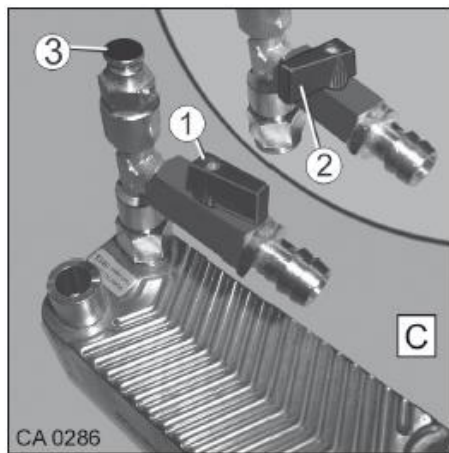

Fig. 165 Échangeur thermique moteur
1. Ouvrir la soupape de purge au moyen de la vis de purge (Fig. 165/3) et la laisser ouverte jusqu'à ce que plus d'air n'en sort.
1. Mode Hiver : Ouvrir la vanne de sectionnement du circuit (Fig. 165/1).
2. Mode Été : Fermer la vanne de sectionnement du circuit (Fig. 165/2).